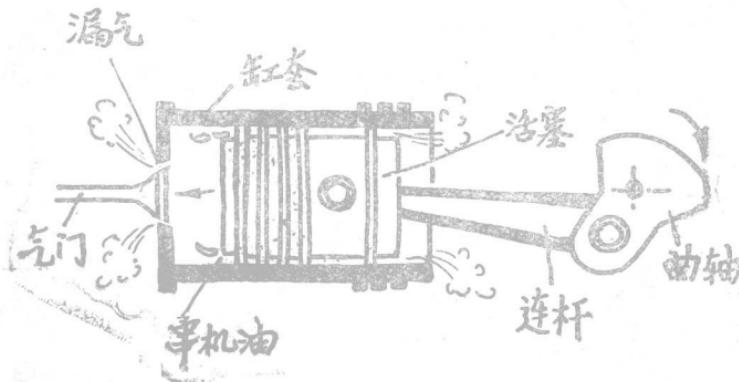

图2 机械磨损引起故障
(1) 机械零件磨损引起的故障。任何机械在使用过程中零件都会慢慢地磨损，使之尺寸和形状发生变化，当这种变化超过一定限度时，就会出现故障。例如，柴油机缸套、活塞、活塞环等磨损后，就会出现气缸压力降低，造成起动困难、马力不足、烧机油等故障（见图 2）。